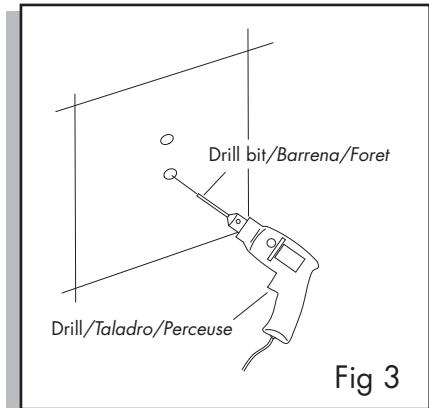

Fig 3
TIP: INSTALL ONE POST, THEN ASSEMBLE SLIDE BAR AND CONFIRM HOLE POSITION OF SECOND POST BEFORE DRILLING (Fig 3).
DESPUÉS DE INSTALAR EL PRIMER MONTANTE, ENSAMBLE LA BARRA Y CONFIRME LA POSICIÓN DEL SEGUNDO MONTANTE ANTES DE TALADRAR (fig. 3).
- CONSEIL: INSTALLER UN POTEAU, PUISASSEMBLER LA BARRE DE MONTAGE. VÉRIFIER LA POSITION DU TROU DU SECOND POTEAU AVANT DE PERCER (fig. 3).**